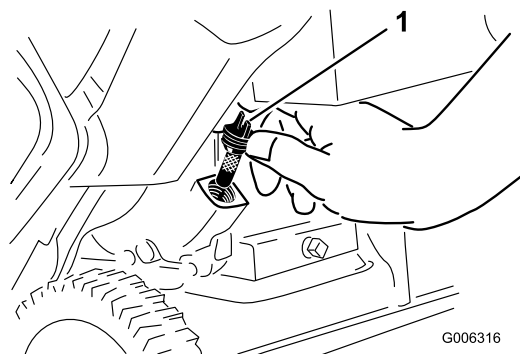

Figure 25
6. Nettoyez la surface autour du bouchon de remplissage d'huile (Figure 25).
7. Dévissez et retirez le bouchon de remplissage (Figure 25).